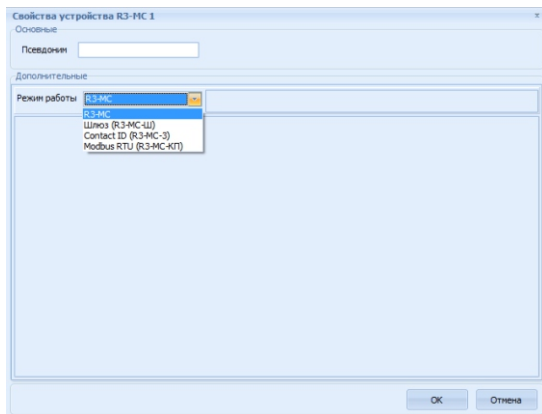

Рисунок 7.2
- в открывшемся окне «Свойства устройства R3-MC» в поле режим работы выбрать режим R3-MC-KП (по умолчанию выбран режим R3-MC (рисунок 7.2))